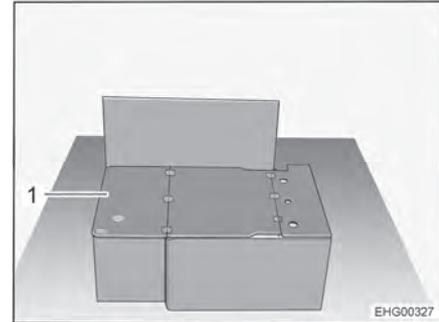

Fig. 22 Banco longitudinal sin cojines
- Abatir el tablero de soporte (Fig. 22,1) 180° y depositarlo en la tapa de baúl-banco.